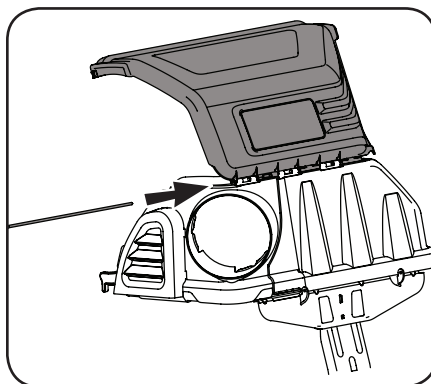

Figura 4-8
4. Desde el frente del montaje, alinee las lengüetas en la cubierta superior de la recolectora de césped con las lengüetas al frente de la parte frontal del conducto de soporte superior. (631-05474B). Deslice el pasador de bisagra a través de las ranura comenzando en el lado derecho superior del conducto de soporte de las pestañas montadoras, como se muestra en Figura 4-8 Presione la chaveta (711-06701) hasta el final y hasta que alcance el acoplamiento final y se detenga.